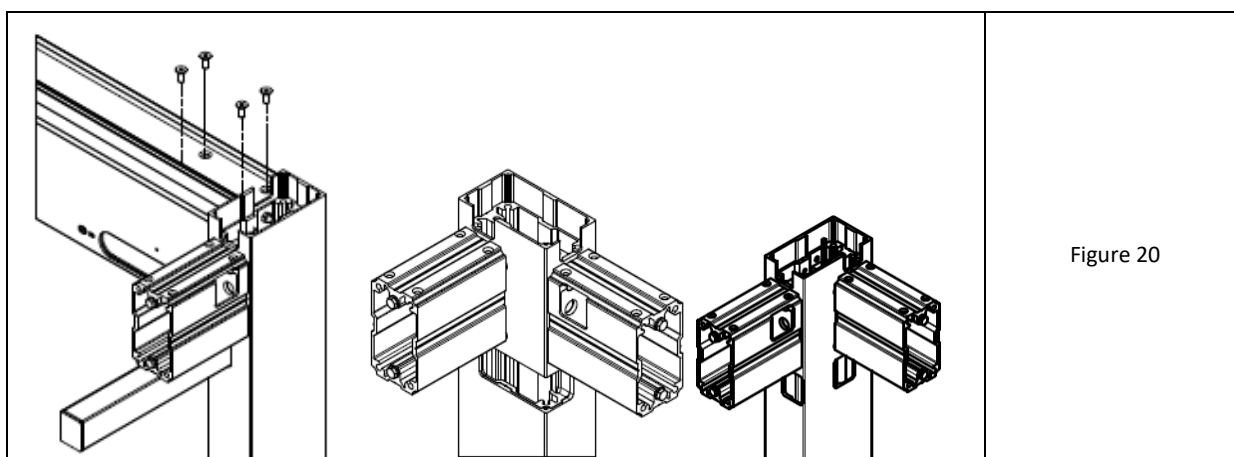

Figure 20
3. Glisser les poteaux (avec piers préinstallées) sur la barre transversale aux deux extrémités et boulonner à partir de la chambre supérieure de la poutre à l'aide de 4 vis à tête fraisée M8 x 20 avec douille à six pans creux (Fig. 20-gauche).
4. Du côté des trop-pleins d'angle, les poteaux ont des échancrures d'angle sous l'os des deux murs (Fig. 20-central), et au niveau des drains droits, des fenêtres rectangulaires séparées (Fig. 20-droit).